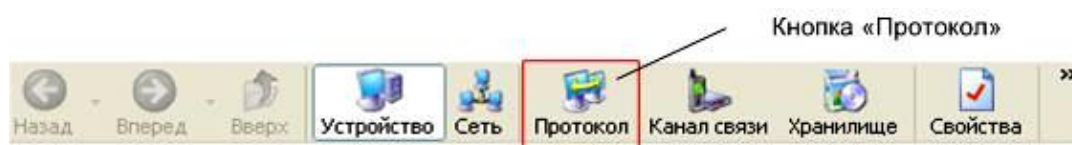

Рисунок 6.8 – Кнопка «Протокол» на панели инструментов
6.7 Для изменения настроек протокола обмена нажать на панели инструментов кнопку «Протокол» (или через меню «Справочник → Протокол обмена») (рисунок 6.8). В результате откроется окно «Справочник».